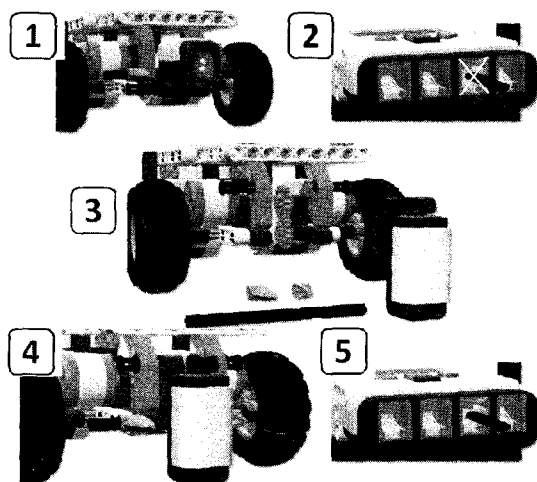

Рис. 149. Изменение направления датчика освещенности
Для проведения следующего исследования необходимо изменить направление датчика освещенности, чтобы он был направлен вниз (рис. 149).
Измените направление датчика освещенности (вниз), как показано на рис. 149.
- Отключите датчик от порта 3 (см. рис. 149, 2).
- Отсоедините модуль с датчиком освещенности (см. рис. 149, 3).
- Закрепите датчик направленным вниз (см. рис. 149, 4).
- Подключите к порту 3 (см. рис. 149, 5).